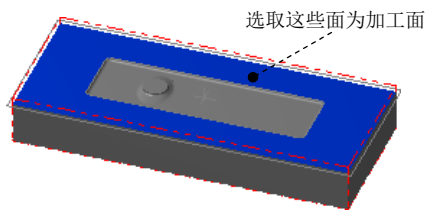
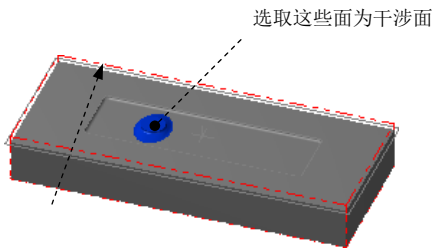

图 7.25 选取加工面和干涉面
图 7.26 选取边界线
Step2. 设置加工区域。在图形区中选取图 7.25 所示的曲面，然后按 Enter 键，系统弹出“刀具路径的曲面选取”对话框。单击 **检测** 区域中的 按钮，选取图 7.25 所示的面（共 8 个）为干涉面，然后按 Enter 键。单击 **Containment boundary** 区域中的 按钮，选取图 7.26 所示的边线为边界。单击 按钮，然后单击“刀具路径的曲面选取”对话框中的 按钮，系统弹出“曲面精加工平行铣削”对话框。